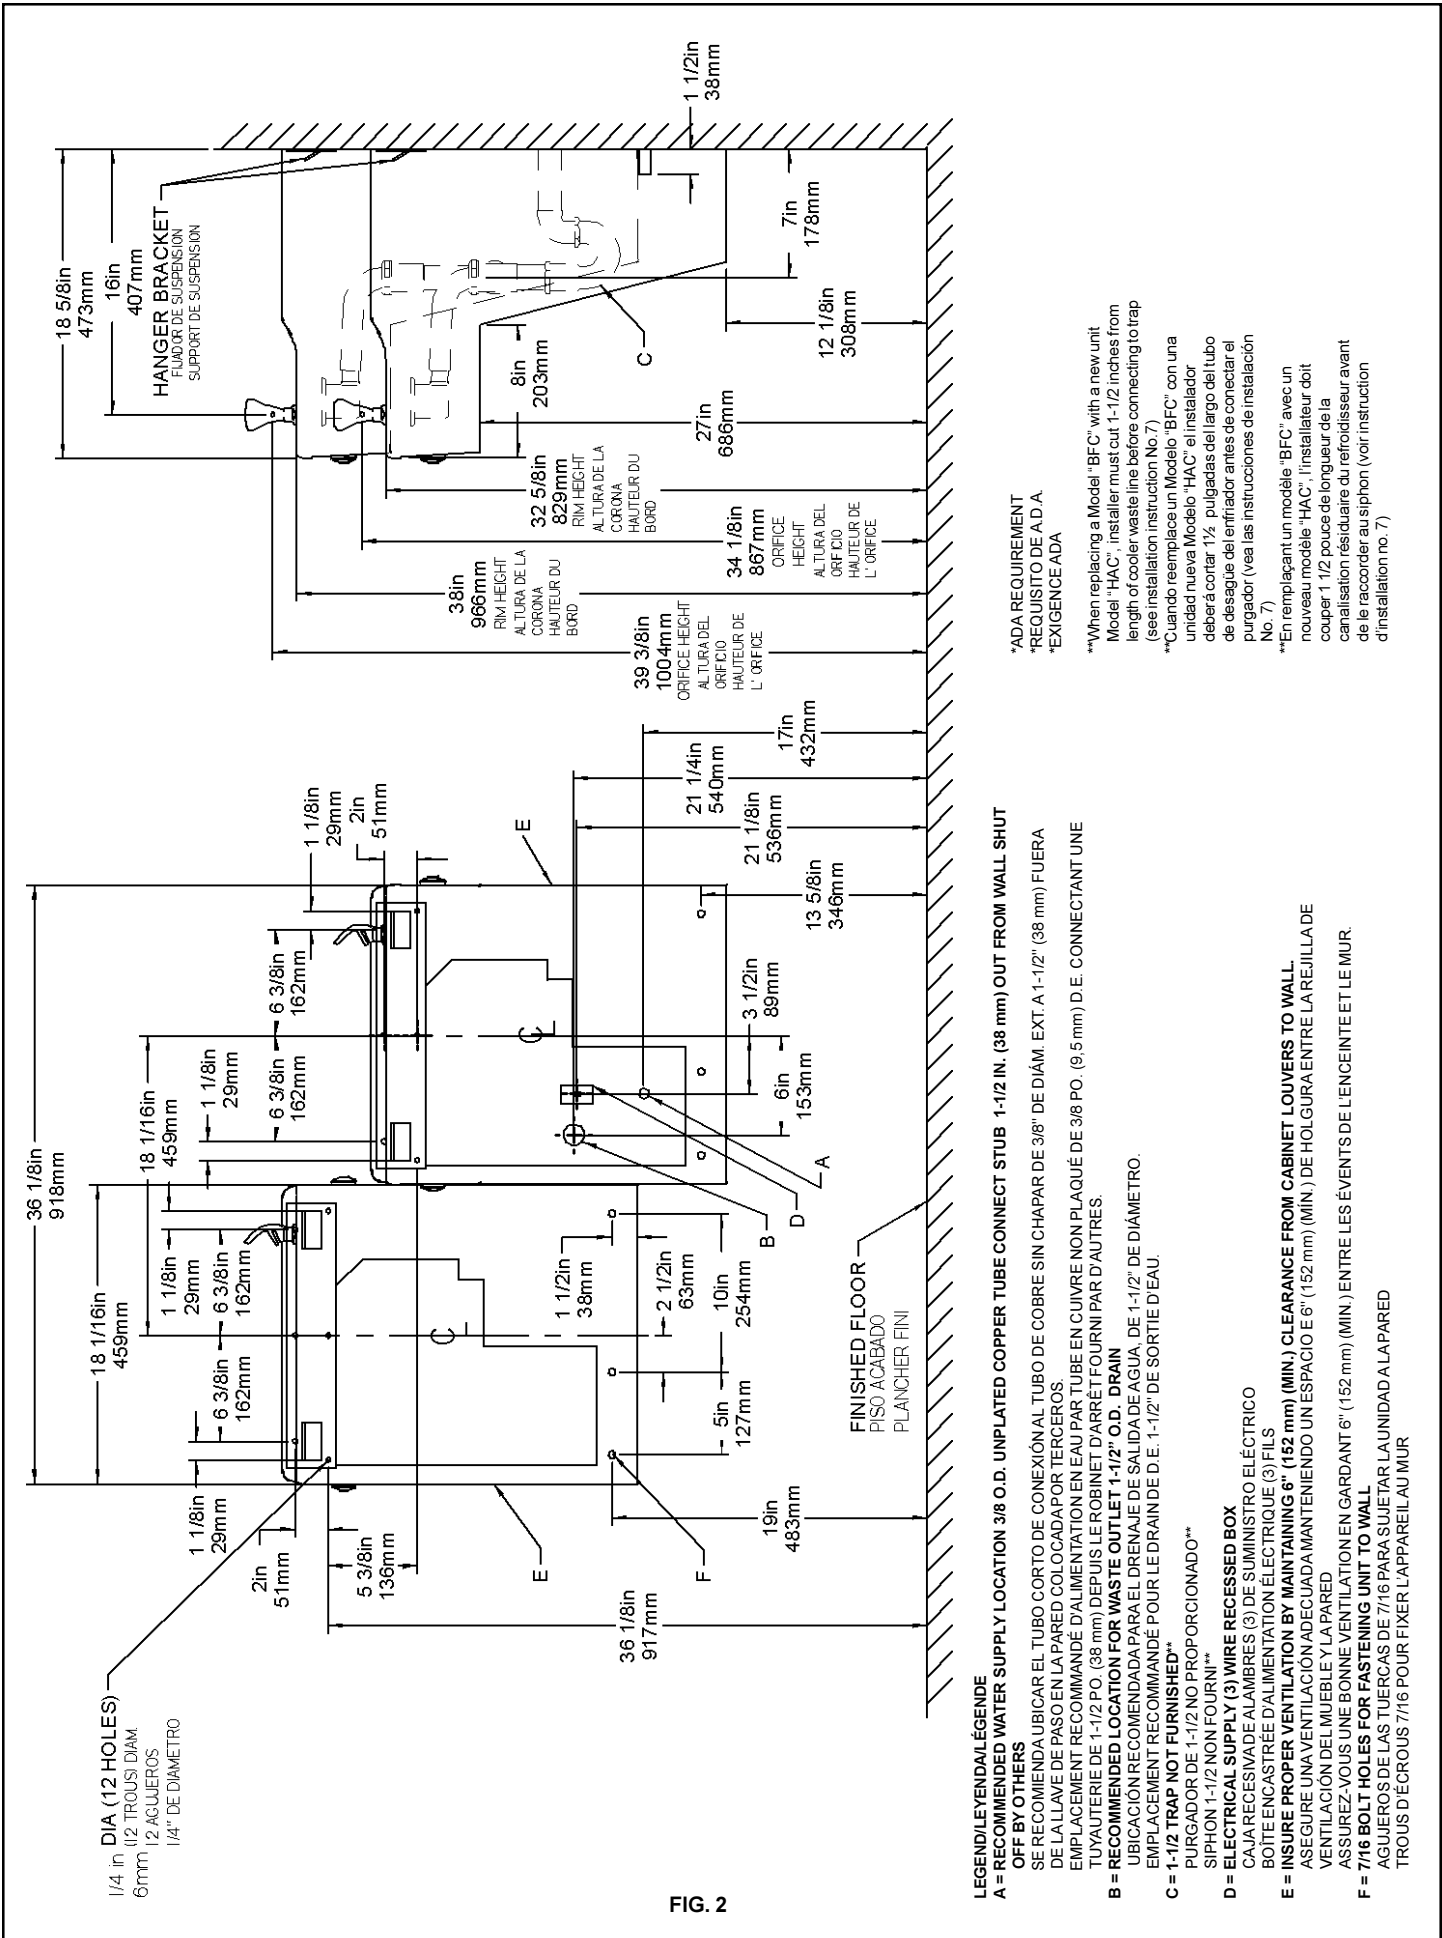

FIG. 2
- 1) Remove hanger bracket fastened to back of cooler by removing one (1) screw.
- 2) Mount the hanger bracket and trap as shown in Figure 2.
- 1) Quite el fijador de suspensión sujetados a la parte posterior del enfriador quitando un (1) tornillo.
- 2) Monte el fijador de suspensión y quite el purgador como se muestra en la Fig.2.
- 1) Retirez le support de suspension à l'arrière du refroidisseur en enlevant une (1) vis.
- 2) Installez le support et le siphon tel qu'indiqué à la fig. 2.